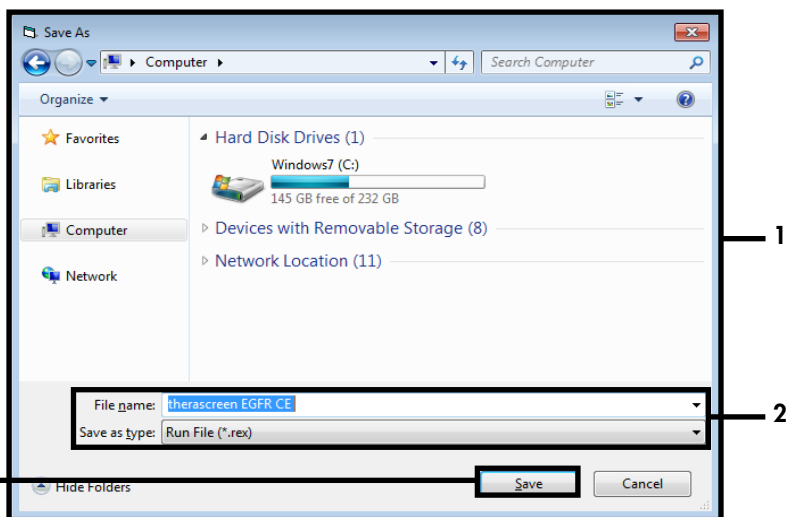

Abbildung 15. Das Fenster „Save As“ (Speichern unter) (1). 2 = Felder „File Name“ (Dateiname) und „Save as type“ (Dateityp); 3 = „Save“ (Speichern).
17. Das Fenster „Save As“ (Speichern unter) wird geöffnet. Wählen Sie einen geeigneten Dateinamen aus, und speichern Sie den PCR-Testlauf als *.rex-Testlaufdatei in dem ausgewählten Speicherort. Klicken Sie auf „Save“ (Speichern, siehe Abbildung 15).